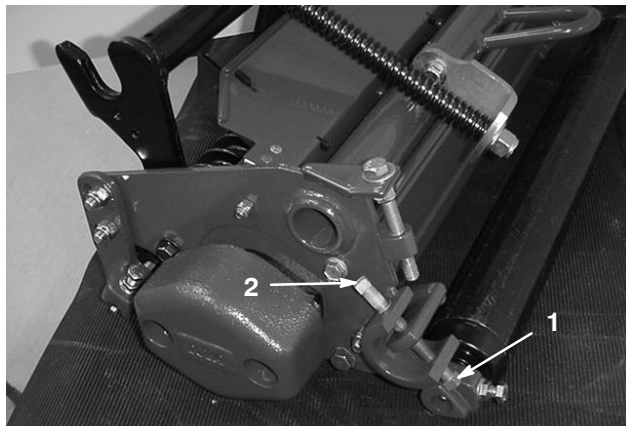

Figure 5
2. Pour effectuer le réglage contre-lame / cylindre, desserrez la vis inférieure de chaque côté du plateau de coupe (Fig. 5), puis serrez la vis de réglage supérieure de chaque côté du plateau de coupe. Ce réglage rapproche la contre-lame des lames du cylindre. Réglez jusqu'à ce que vous entendiez un léger bruit de contact aux deux extrémités des cylindres.
3. Après avoir effectué le réglage contre-lame/cylindre, vérifiez que les vis de réglage supérieure et inférieure sont solidement serrées aux deux extrémités du plateau de coupe (Fig. 5).